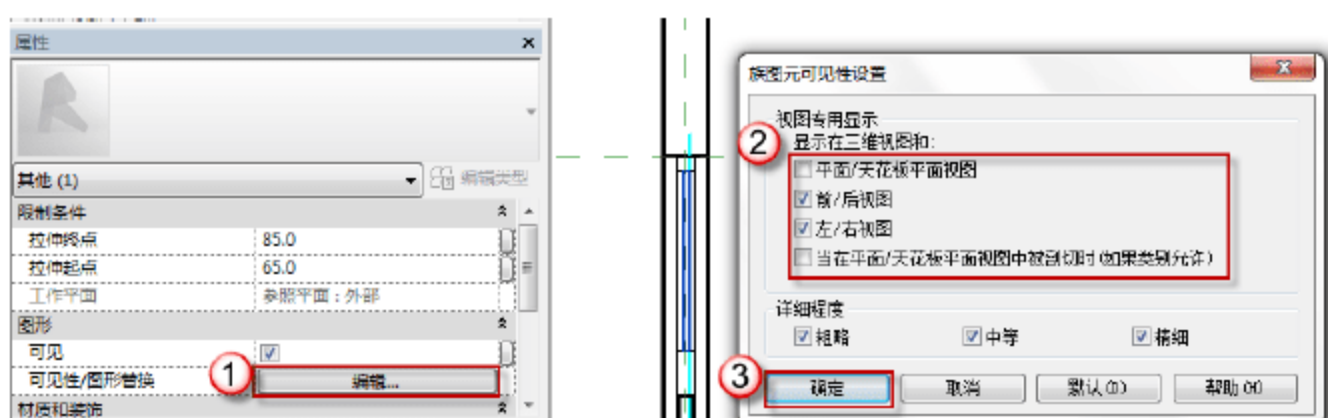

图 6.1.67 修改双开门上部窗户玻璃的可见性
(21) 修改双开门上部窗户玻璃的可见性。在绘制完成后，单击 ✓ 按钮，完成绘制。在“属性”面板中，单击“图形”栏“可见性/图形替换”后的“编辑”按钮，弹出“族图元可见性设置”对话框，取消“平面/天花板平面视图”和“当在平面/天花板平面视图被剖切时（如果类别允许）”复选框的选择，单击“确定”按钮，如图 6.1.67 所示。